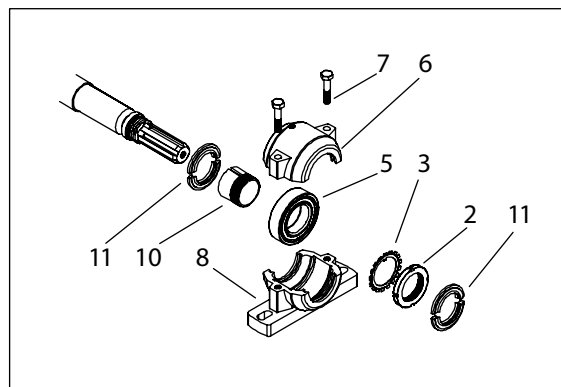

Bild 7b. Lager belägen på kardanaxel sida
Lager belägen på kardanaxel sida och inmatningstrat sida är olika. Lager belägen på kardanaxel sida, bild 7b. har inte passringar (4 och 9) och ändplatta (1). Lager belägen på kardanaxel sida har dammskydd på båda sidor. (11).